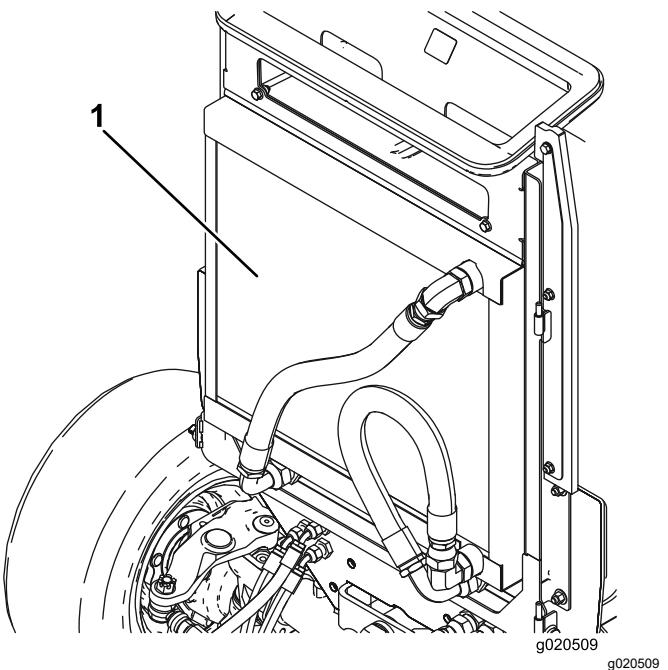

Figura 73
3. Limpe os dois lados do refrigerador de óleo e o radiador com ar comprimido (Figura 73).